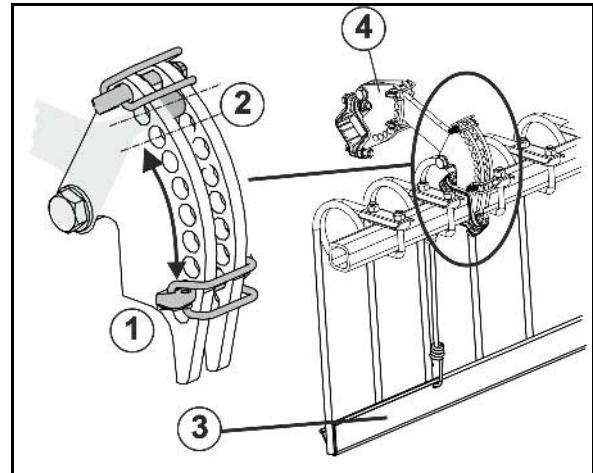

Fig. 36
- For hver utligger har maskinen en innstillingsmulighet for skiveforskyvningen (Fig. 36)